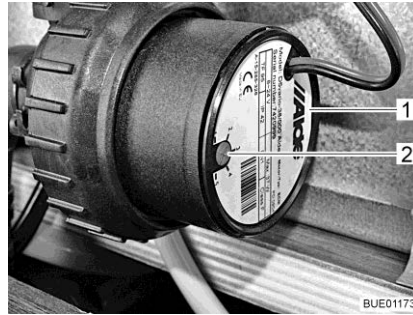

Fig. 160 Riduzione del numero di giri
Con il pomello girevole (Fig. 160,2) è possibile impostare il numero di giri della pompa di circolazione. A un numero di giri ridotto i rumori prodotti dal funzionamento della pompa si riducono.
Il pomello girevole si trova sulla pompa di circolazione (Fig. 160,1).
- Ruotare il pomello girevole (Fig. 160,2) in senso antiorario. La potenza diminuisce.